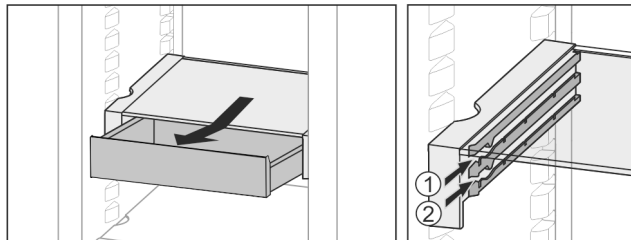

Fig. 31
- ▶ На любой высоте Fig. 31 (1) или Fig. 31 (2) вставьте.